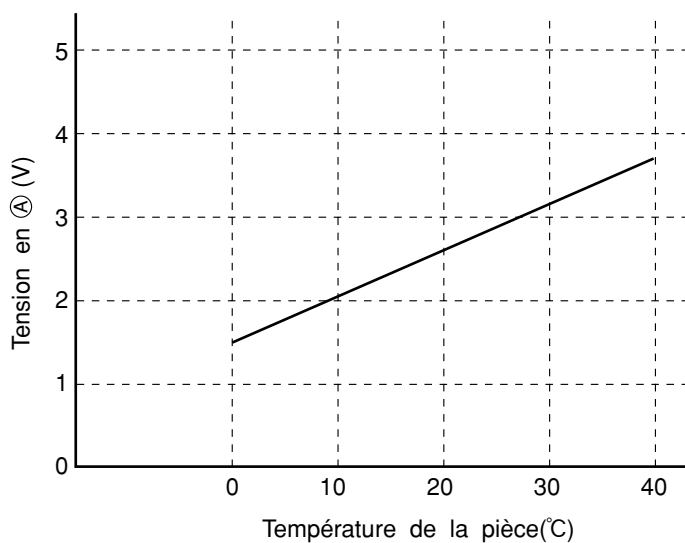

Fig. 5-2
La tension en (A) dépend de la température de la pièce, comme le montre la figure 5-2.